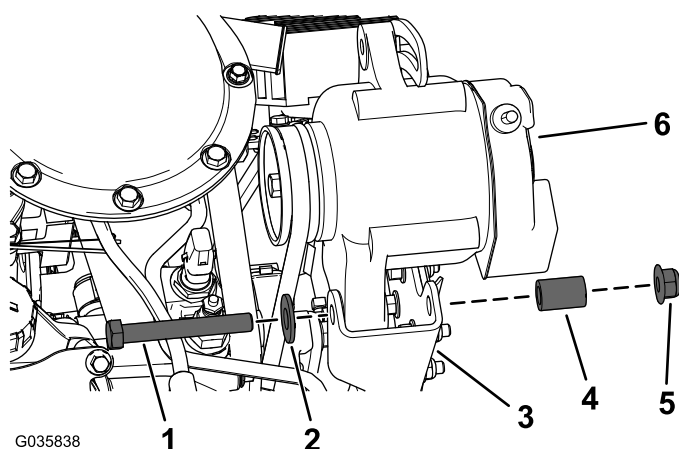

Figura 11
3. Montate l'alternatore sulla relativa staffa con la vite a testa esagonale (3/8 x 2-3/4 poll.), la rondella piana (7/16 poll.), il distanziale e il dado flangiato (3/8 poll.), come illustrato nella Figura 11.